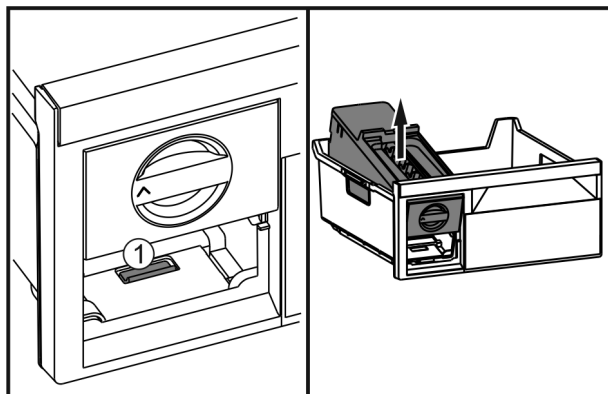

Fig. 59
- Lasche Fig. 59 (1) drücken, EasyTwist-Ice von hinten anheben und aus dem Gefrierschubfach herausnehmen.